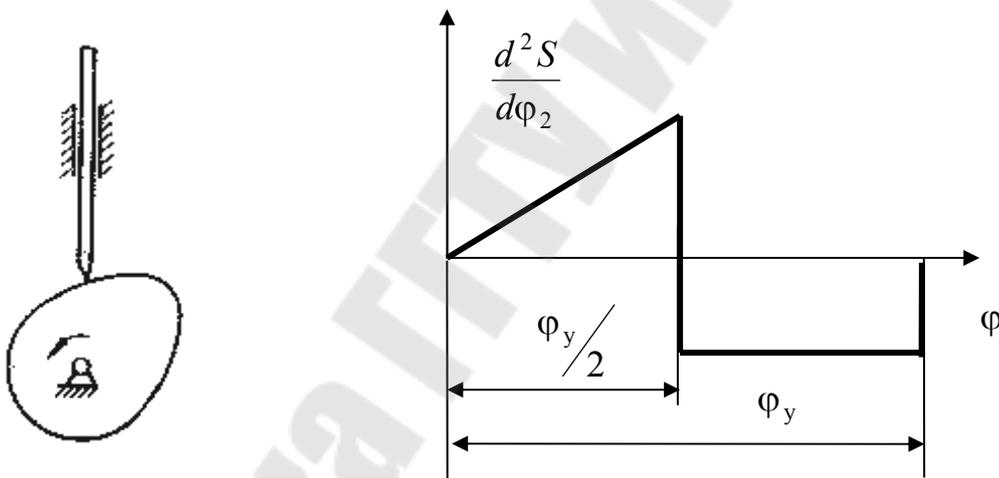

Рис. 1.2
2. Определить перемещение толкателя кулачкового механизма (рис.1.2) графическим и аналитическим методами при повороте кулачка на угол  $\varphi$ , угол удаления  $\varphi_y$  и ход толкателя  $h$ , при заданном законе движения толкателя на угле удаления. Исходные данные приведены в табл. 1.2